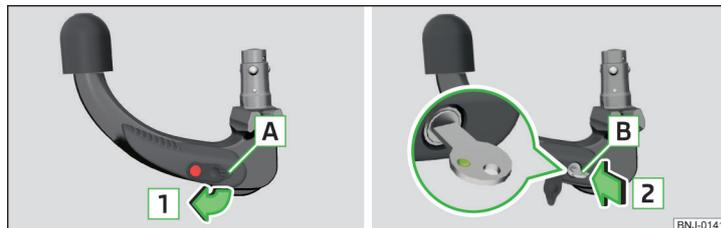

Fig. 151 Retire la tapa de la cerradura/introduzca la llave en la cerradura
- › Extraiga la tapa **A** de la cerradura en el sentido de la flecha **1** » fig. 151.